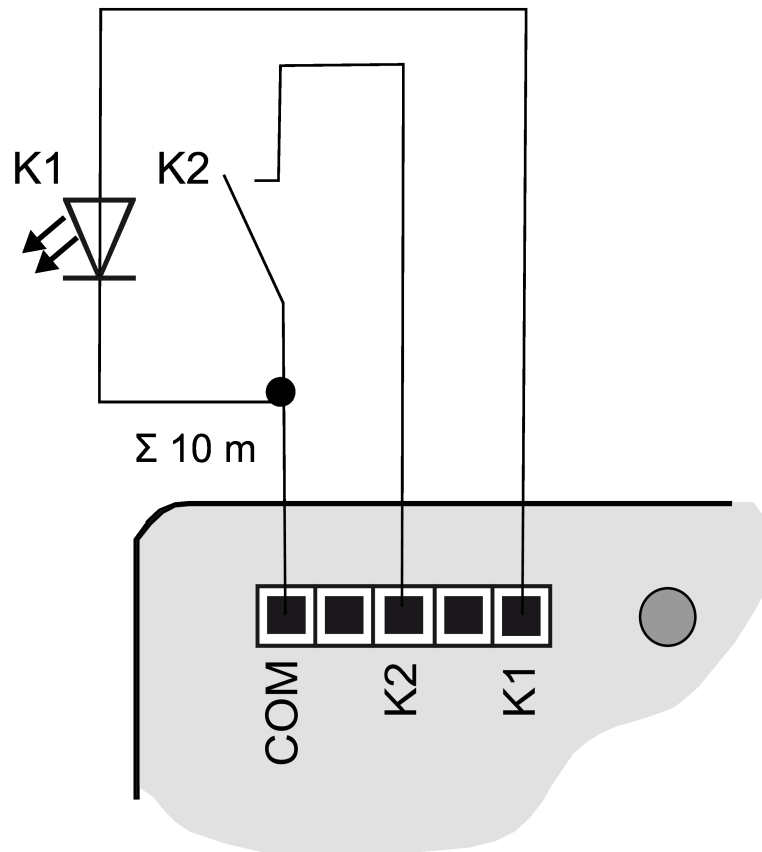
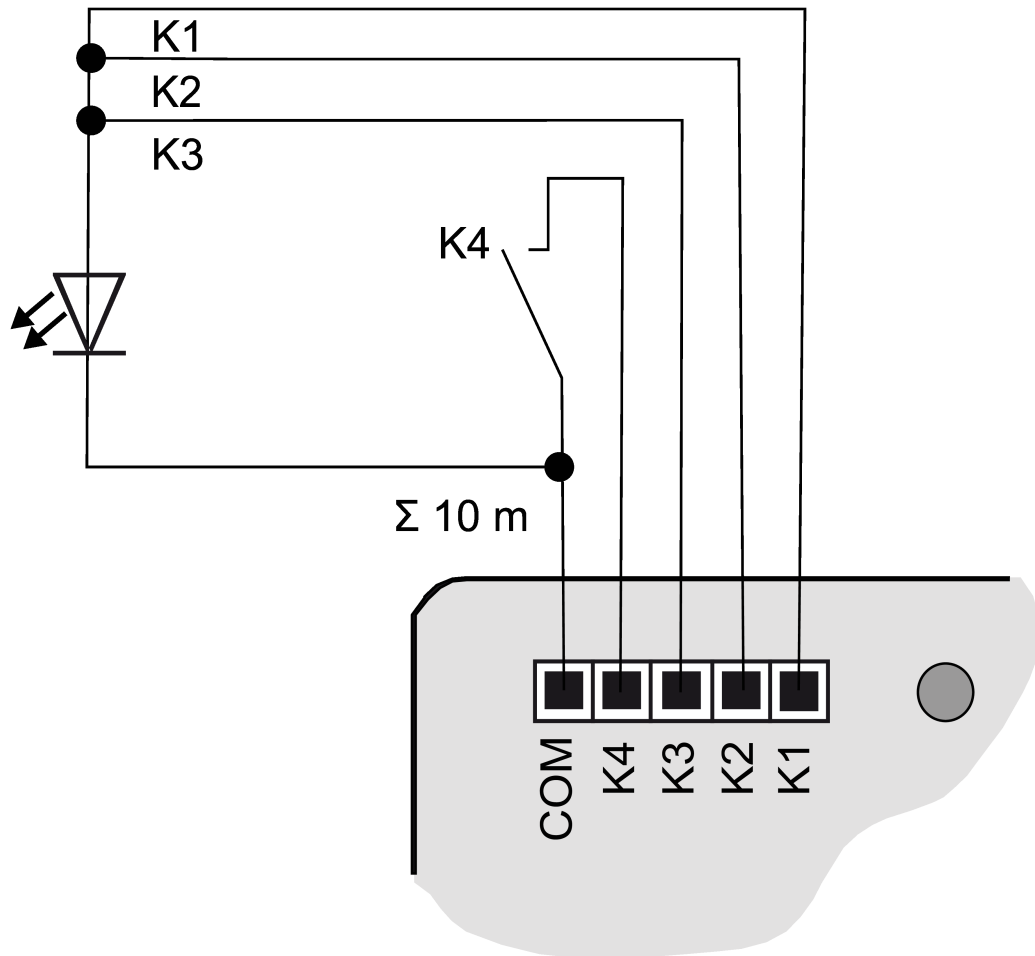

Figure 6: Exemple de raccordement de l'interface de bouton-poussoir double
Figure 9: Exemple de raccordement avec des sorties en parallèle
- Raccorder les boutons-poussoirs, les commutateurs, les contacts ou les LED avec les câbles de raccordement fournis (4) (voir figure 6) à (voir figure 9), conformément aux exemples de raccordement. Les exemples de raccordement illustrent l'utilisation avec des entrées et des sorties.
- i** Pour l'augmentation du courant de sortie, il est possible de brancher des sorties en parallèle avec le même paramétrage. Dans l'exemple (voir figure 9) K1-K3 sont ici branchés en parallèle.